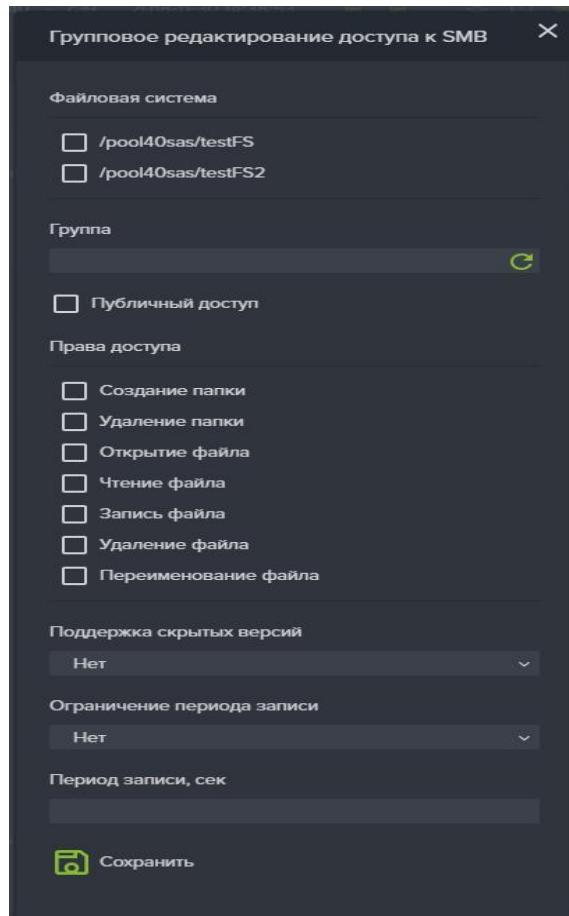

Рисунок 70. Окно группового предоставления доступа к SMB папкам
3. Нажмите кнопку «Групповое редактирование доступа» см. Рисунок 70;